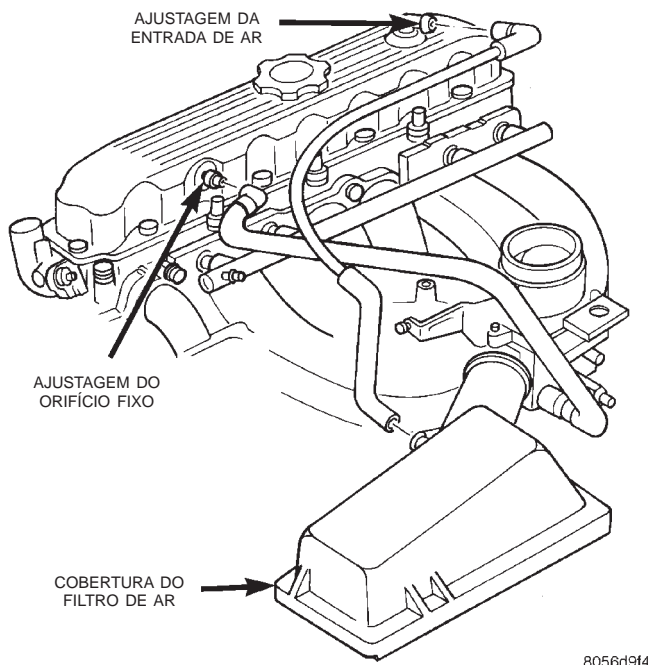

Fig. 31 Tampa do Cabeçote de Cilindros do Motor
- (1) Desconecte o cabo negativo da bateria.
- (2) Desconecte a mangueira a vácuo da Ventilação do Cárter (CCV) da tampa do cabeçote de cilindros. (Fig. 31).
- (3) Desconecte a mangueira de entrada de ar fresco da tampa do cabeçote de cilindros (Fig. 31).
- (4) Remova os parafusos de montagem da tampa do cabeçote de cilindros do motor.
- (5) Remova a tampa do cabeçote de cilindros do motor.
(2) Se uma cobertura de substituição for instalada, transfira o anel isolante da válvula CCV e a tampa do filtro de óleo da tampa original para a tampa de substituição.
(3) Instale a tampa do cabeçote de cilindros do motor. Aperte os parafusos de montagem com um torque de 13 N·m (115 pés-lb.).
(4) Conecte as mangueiras CCV. (Fig. 31).
(5) Conecte o cabo negativo à bateria.